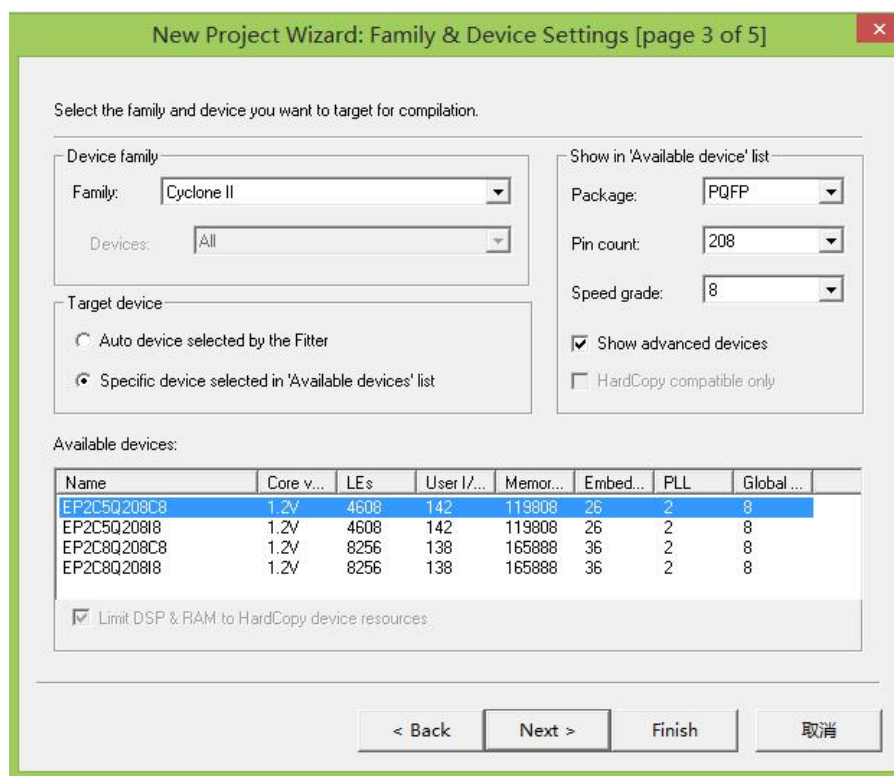

图 1-2-5 目标芯片选择
(2) 指定目标器件。设计人员可以在该步骤中指明本次设计的目标器件。按图 1-2-5 所示选择目标芯片。设置完毕，选择 Next。